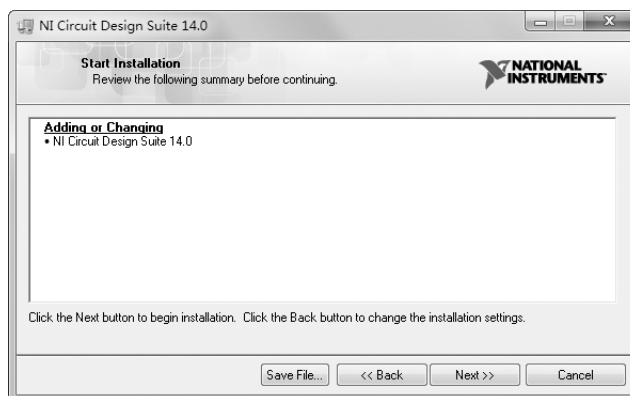

图 1-10 安装摘要
8) 对用户所选择的安装资源进行提示，如图 1-10 所示。进行安装，返回上一步重新配置资源，向下进一步进行安装。